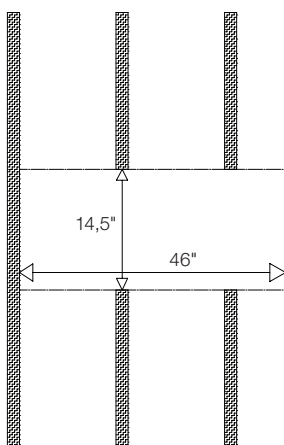

Figura 15
2. Tagliare completamente le traverse che dovessero trovarsi all'interno dello spazio necessario per l' SCL-2 (Figura 15). **ASSICURARSI IN ANTICIPO CHE NON SIANO TRVERSE PORTANTI.**